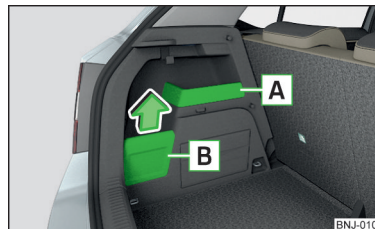

Fig. 94
- La pieza de equipaje colgada en el gancho, si es posible, colocarla en el compartimiento guardaobjetos **B** » fig. 94 de la pág. 79, de lo contrario existe peligro de daño de la tapa del compartimiento guardaobjetos.
- Si se coloca en el gancho una pieza de equipaje con un peso de más de 2,5 kg, entonces recomendamos retirar la tapa del compartimiento guardaobjetos **B** » fig. 94 de la pág. 79 - de lo contrario existe el peligro de daño de la tapa del compartimiento guardaobjetos.
El compartimento guardaobjetos instalado fijamente **A** » fig. 94 sirve para guardar objetos pequeños de hasta 1,5 kg de peso total.